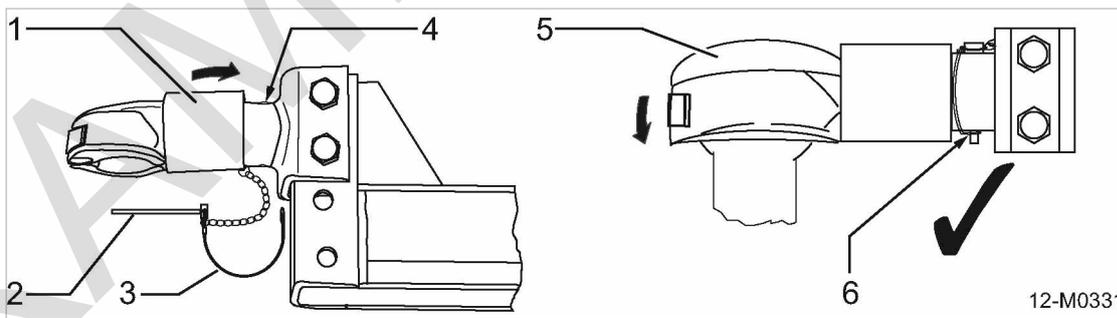

Рис. 89 Замок дышла (США исполнение):
6. Отцепить машину от транспортного средства (см. рис. 89):
- снять шплинт ③, убрать в сторону и вынуть стопорный палец ②.
- оттянуть назад втулку зажима ①.
- Вставить стопорный палец ④ в отверстие замка и зафиксировать шплинтом.